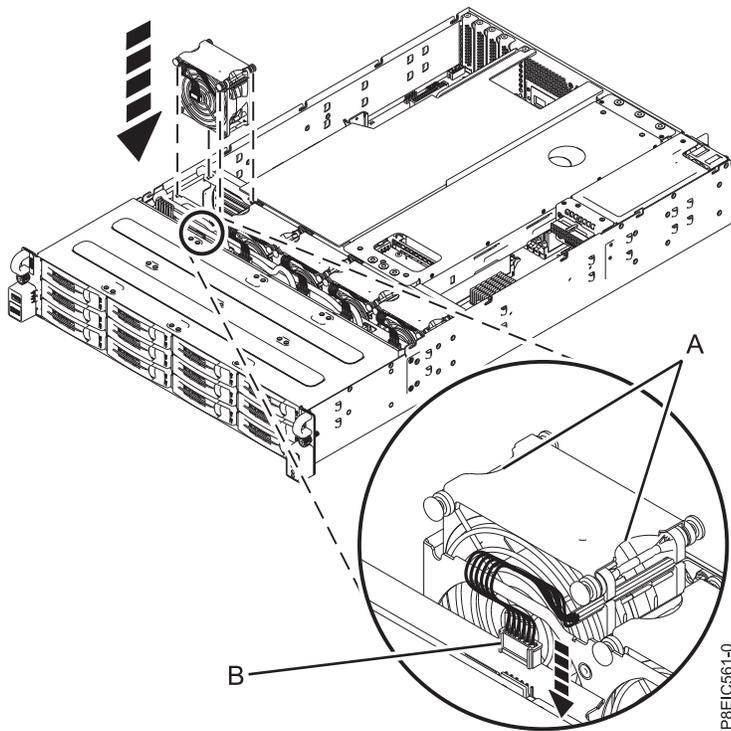

Figura 38. Sustitución del ventilador y reconexión del cable
1. Mientras se aguenta el ventilador en (A), baje el ventilador en el sistema mientras alinea los empalmes con las ranuras del chasis del sistema, tal como se muestra en Figura 38 en la página 34. Asegúrese de que la flecha del ventilador está apuntando hacia la parte posterior del sistema.
2. Conecte el cable del ventilador (**B**) a la placa posterior de la unidad de disco, tal como se muestra en Figura 38.